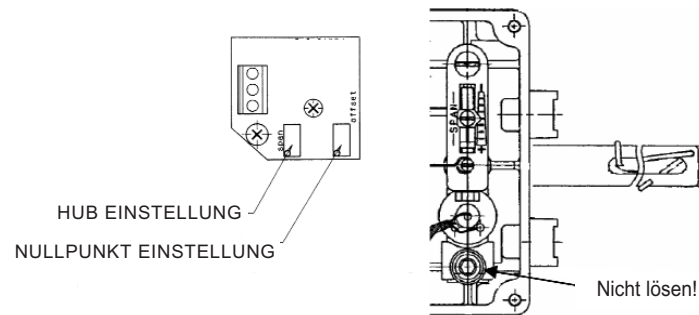

Abb.9 Leiterplatte Nullpunkt-/Hubeinstellung Abb.10 Befestigung Potentiometer
- (1) Stellen Sie den Antriebs-Eingangsstromausgang oder Hub nach der Nullpunkt- / Hubeinstellung auf 0%.
- (2) Nehmen Sie die Nullpunkt-/Hubeinstellung mittels der variablen Widerstände auf der Leiterplatte vor (siehe Abb.9).
- (3) Stellen Sie den Nullpunkt und den Hub abwechselnd und mehrmals nacheinander ein, da beide sich gegenseitig beeinflussen. Da sich der variable Widerstand anschlagslos drehen lässt, muss darauf geachtet werden, dass keine internen Komponenten durch übermäßiges Eindrehen beschädigt werden. Beobachten Sie während der Einstellung das Ausgangssignal.